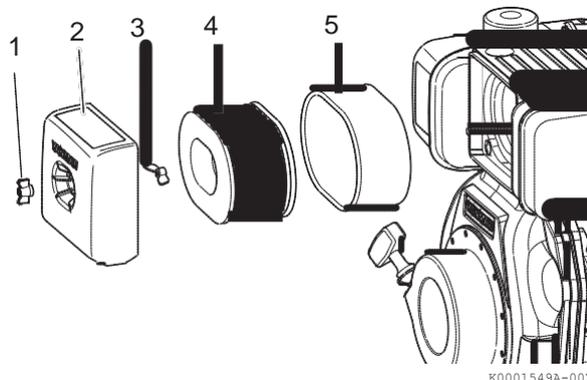

Figure 7
1. Enlevez l'écrou papillon (**Figure 7, (1)**).
2. Enlevez le capot de filtre à air (**Figure 7, (2)**).
3. Enlevez l'écrou papillon (**Figure 7, (3)**).
4. Enlevez le filtre à air (**Figure 7, (4)**) et l'élément en mousse extérieur (**Figure 7, (5)**).
7. Nettoyez l'intérieur du capot de filtre à air (**Figure 7, (2)**).
8. Placez le filtre à air (**Figure 7, (4)**) dans son logement et vérifiez précisément que la cartouche soit bien placée et alignée avec son support de boîtier de filtre afin de garantir une bonne étanchéité.
9. Placez l'écrou papillon (**Figure 7, (3)**) et serrez à la main. Un serrage excessif de l'écrou endommagera le filtre.
10. Reposez l'élément en mousse extérieur (**Figure 7, (5)**) en le faisant glisser sur le filtre à air (**Figure 7, (4)**).
11. Placez le capot de filtre à air (**Figure 7, (2)**).
12. Placez l'écrou papillon (**Figure 7, (1)**) et serrez à la main. Un serrage excessif abîmera le filtre.